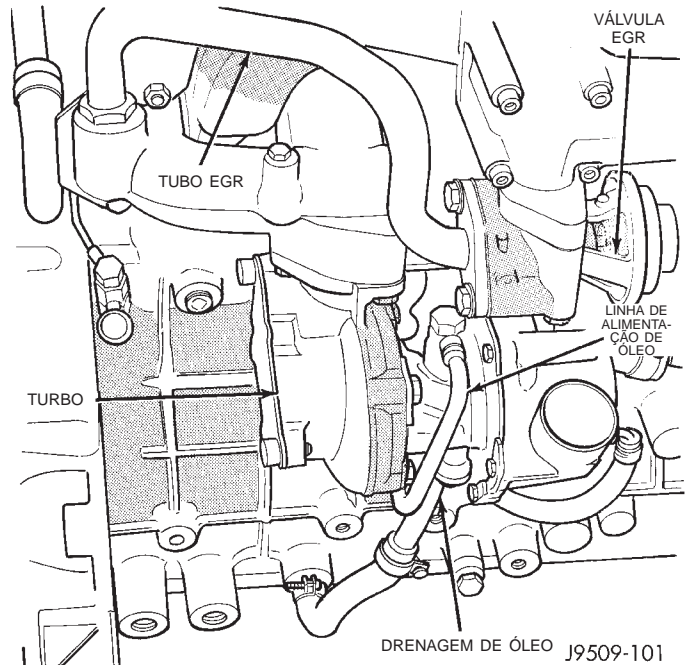

Fig. 39 Turbo Alimentador
- (6) Remova o conjunto do filtro de ar e a mangueira de respiro.
- (7) Remova o suporte do gerador.
- (8) Remova o reservatório do líquido de arrefecimento do veículo. Consulte o Grupo 7, "Sistema de Arrefecimento", quanto aos procedimentos.
- (9) Remova a mangueira superior do radiador e a mangueira de recuperação do líquido de arrefecimento.
- (10) Remova o coletor de água e a mangueira de recuperação.
- (11) Desconecte as mangueiras do aquecedor e a mangueira do reservatório de recuperação do líquido de arrefecimento.
- (12) Desconecte o tubo EGR da válvula EGR.
- (13) Remova a válvula EGR.
- (14) Remova a blindagem contra calor do coletor do escapamento.
- (15) Remova a blindagem contra calor do cano de descarga.
- (16) Remova o cano de descarga do escapamento do turbo alimentador (Fig. 39).
- (17) Desconecte a linha de alimentação de óleo do turbo alimentador.
- (18) Desconecte a linha de drenagem de óleo do turbo alimentador.
- (19) Remova o coletor do escapamento. Consulte o Grupo 11, "Sistema do Escapamento e Turbo Alimentador".